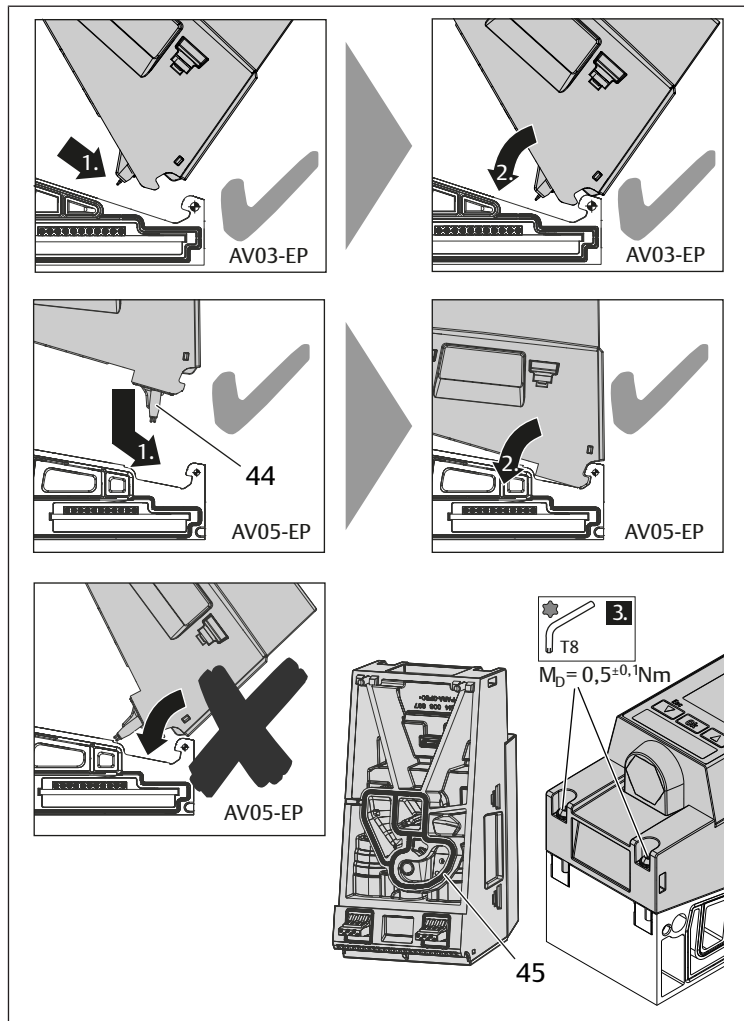

Fig. 16: Montaggio della valvola riduttrice di pressione AV-EP sulla piastra base
- Inserire la AV-EP sull'asse di rotazione nel modo seguente (ved. Fig. 16):
- Abbassare la AV-EP fino a posizionarla sulla piastra base AV-EP. Controllare che la guarnizione (45) sia posizionata correttamente nella valvola riduttrice di pressione.